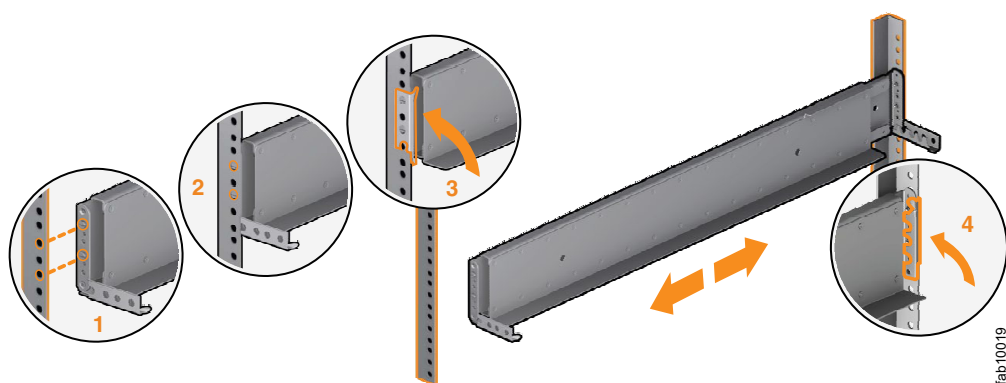

Figura 39. Fechando as dobradiças
9. Feche o suporte da junta traseira para fixar o trilho a flange do gabinete do rack. (Consulte Figura 39.)
11. Feche o suporte da junta frontal para fixar o trilho a flange do gabinete do rack. (Consulte Figura 39.)